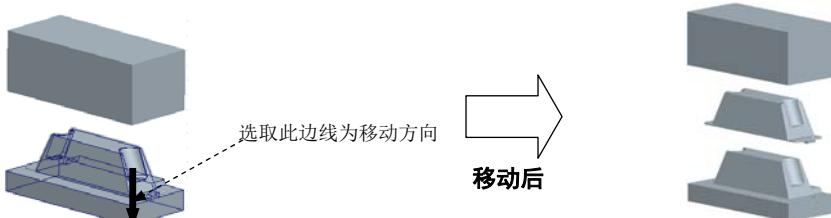

图 12.26 移动下模
Step3. 开模步骤 2：移动下模。参考开模步骤 1 的操作方法选取下模，选取图 12.26 所示的边线为移动方向，输入要移动的距离值 100，按回车键，选择 **Done (完成)** 命令，完成下模的开模动作。